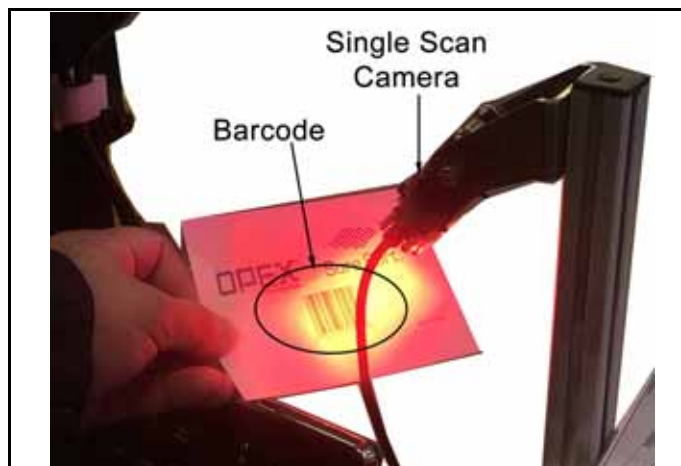

図 4-36: バーコードのスキャン
3. Single Scan Camera を使用する場合は、バーコードを上向きにして商品をカメラの真下に持ってきます（図 4-36 を参照）。ハンドスキャナーを使用の場合は、バーコードの中心にスキャナの光を当てます。